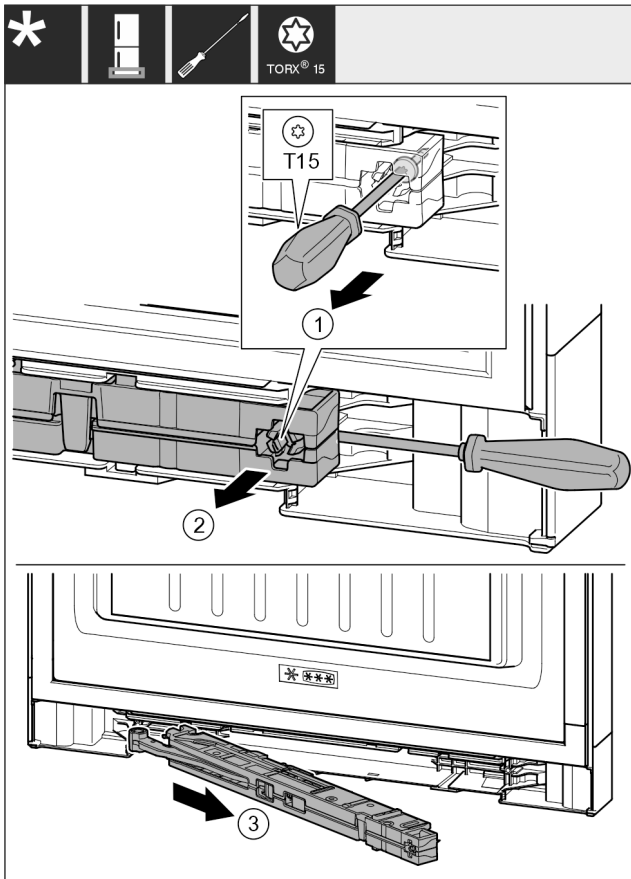

Fig. 18
- Schraube Fig. 18 (1) an Schließdämpfereinheit mit Schraubendreher 14 mm lösen.
- Schließdämpfereinheit Fig. 18 (2) griffseitig mit Schraubendreher nach vorne aushebeln.
- Schließdämpfereinheit Fig. 18 (3) herausziehen.